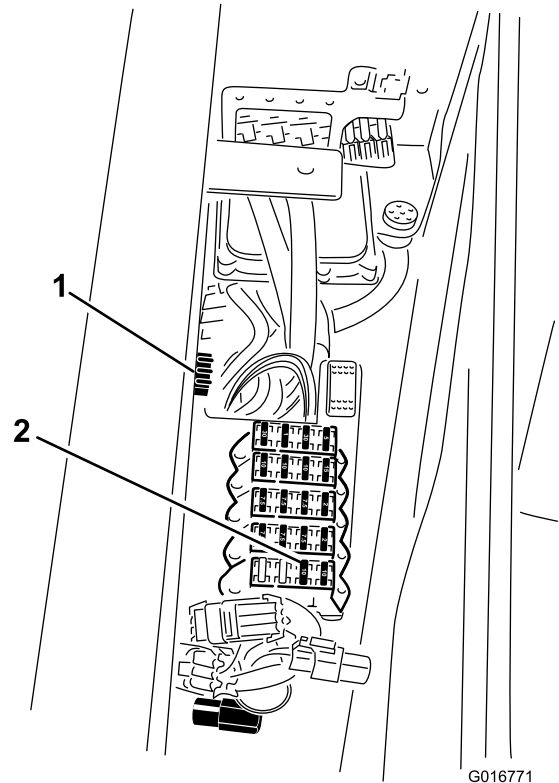
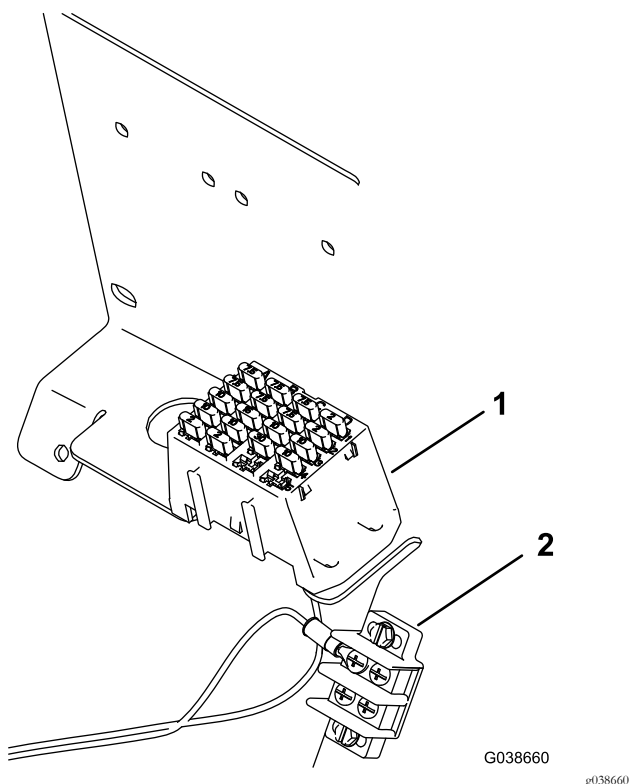

図 5
図 6
2. ハーネスのコネクタをヒューズブロックに接続する 図 5または図 6。
- ハーネスについているリング端子を、アースブロックの空の端子に接続する 図 5 または 図 6。